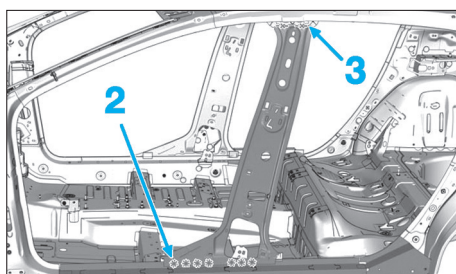

FIG. 80
- Fraiser les points de soudure (2) et (3) de la tôle de fermeture (Fig.80).